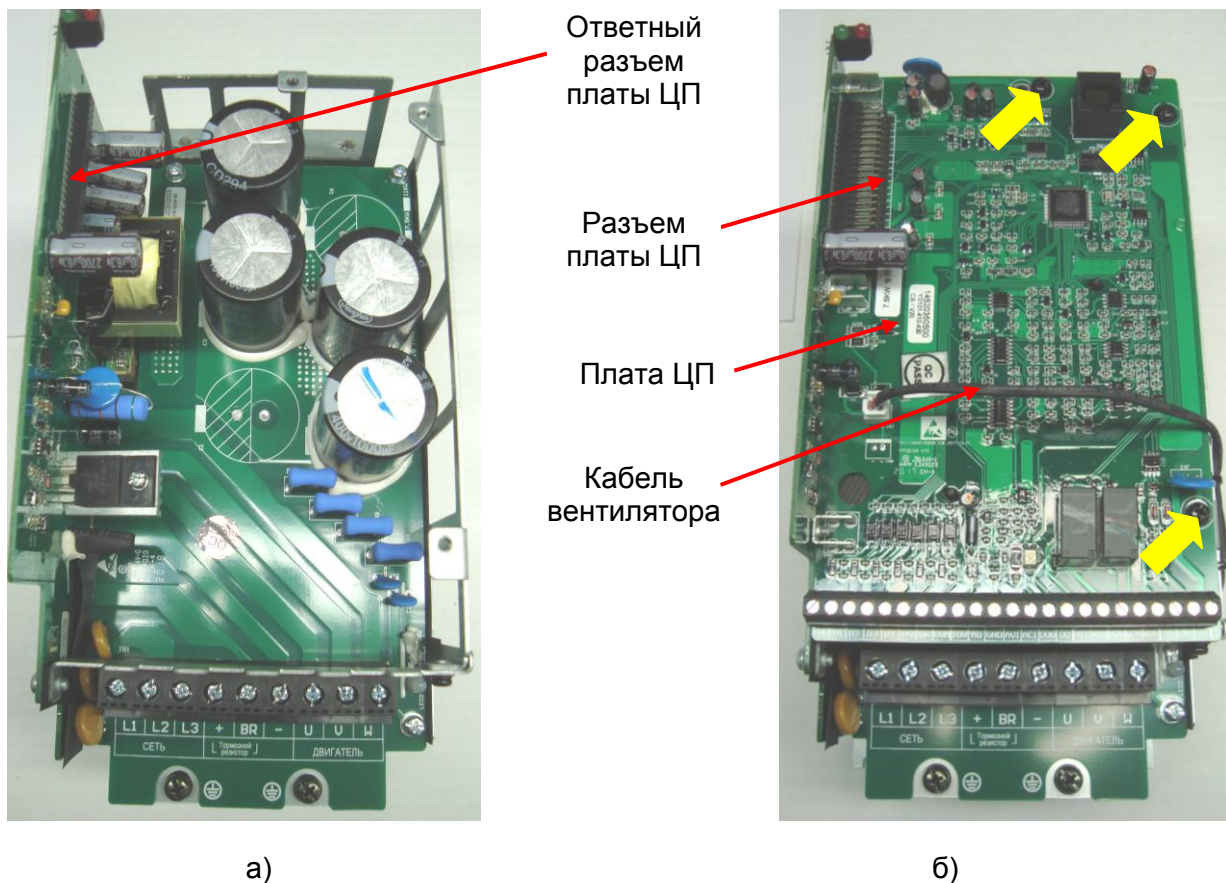

Рис. 7.3
7.2.2. Соединить разъем платы ЦП с его ответной частью (рис.7.3,а).
7.2.3. Вкрутить три винта крепления платы ЦП (желтые стрелки, рис. 7.3,б).
7.2.5. Подключить кабель вентилятора к плате ЦП (рис. 7.3,б).